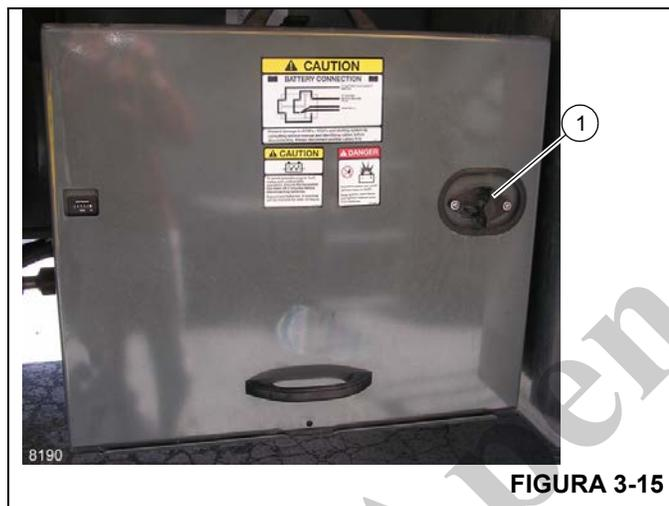

FIGURA 3-15
Assegure que a alavanca da chave de desconexão da bateria (1) (Figura 3-15) esteja na posição ON (Ligada) (alavanca mostrada na posição OFF, Desligada).